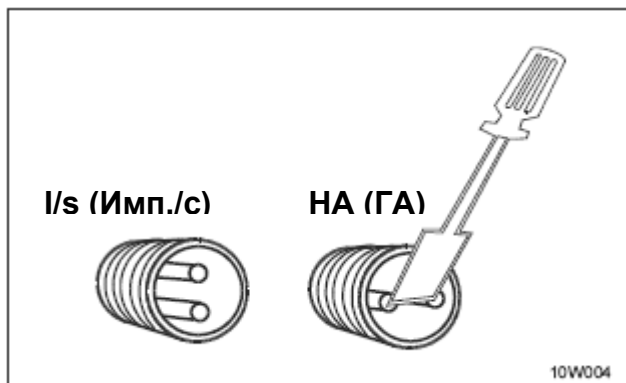

Рис. 7.1
- ☐ С помощью небольшой отвёртки замкните контакты входного гнезда (см. рис. 7.1).